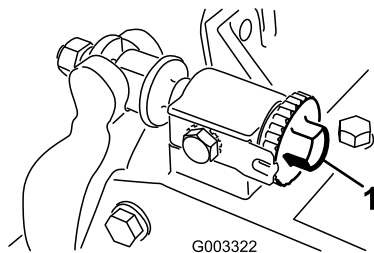

Bild 11
1. Stellen Sie die Schneideinheit auf eine flache und ebene Fläche. Drehen Sie die Einstellschrauben des Untermesserträgers nach links, um sicherzustellen, dass der Untermesserträger nicht die Spindel berührt (Bild 11).